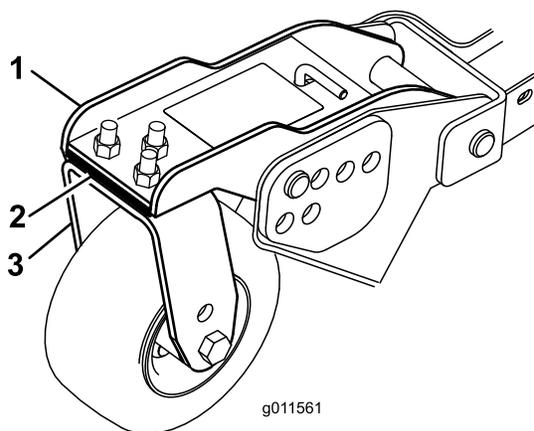

Рисунок 35
3. Отрегулируйте количество 3-миллиметровых регулировочных прокладок на рычаге (рычагах) передних поворотных колес так, чтобы высота скашивания соответствовала указанному на наклейке значению (Рисунок 35).
отношению к наружной кромке передней деки газонокосилки, снимите одну регулировочную прокладку с нижней части рычага переднего внутреннего поворотного колеса на боковой деке газонокосилки (Рисунок 35).